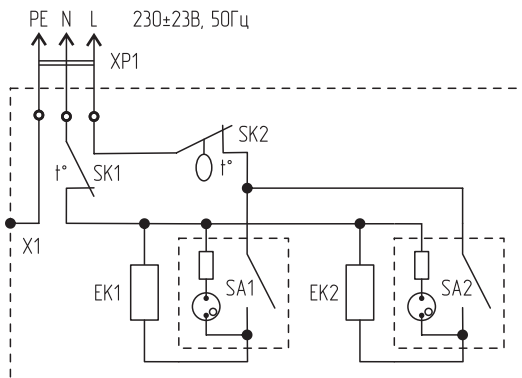

Рис. 3. Электрическая схема конвектора 15MX-12, 20MX-12
5.3. Схема электрических соединений и узлов моделей 15MX-12, 20MX-12 показана на рис. 3. Нагревательный элемент имеет два независимых нагревателя EK1 и EK2, которые могут включаться независимо друг от друга, обеспечивая 100% или 50% номинальной мощности конвектора. В цепь питания нагревателей включены рокерные переключатели с подсветкой SA1 и SA2, термовыключатель защиты от перегрева SK1 и биметаллический термостат SK2.